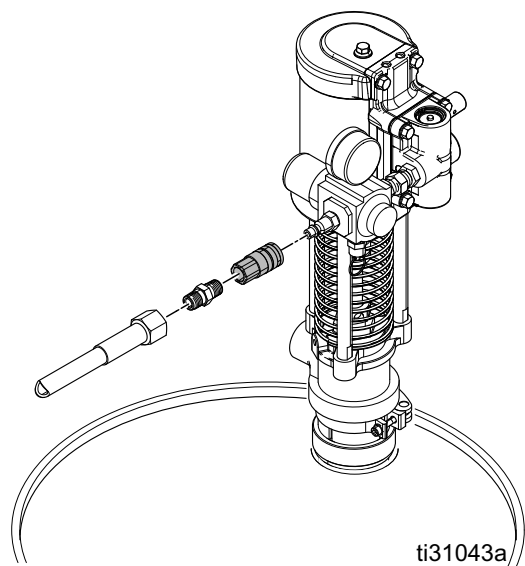

FIG. 10
7. Installer la conduite d'air (D.I. de 3/8 po. (9,5 mm) minimum) avec le coupleur d'air à débranchement rapide fourni. Voir FIG. 10.